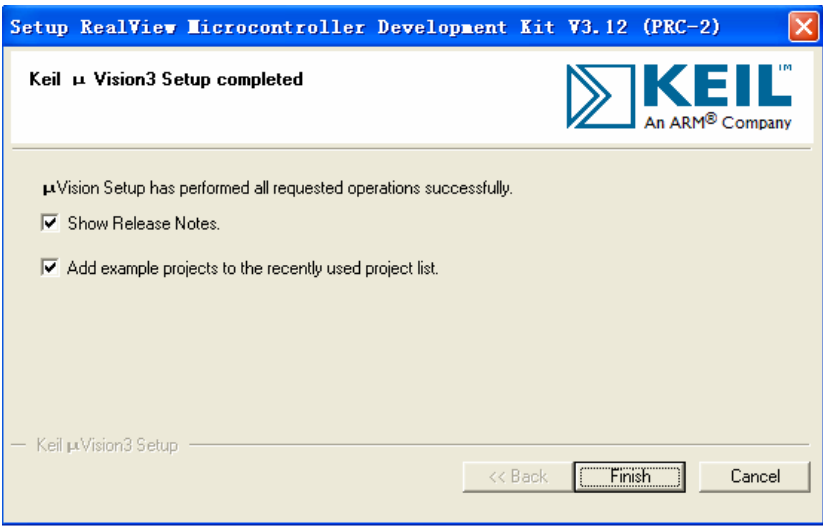

图 2-10 MDK 安装界面 5
(5) 输入 First Name、Last Name、Company Name 以及 E-mail 地址后，单击 Next；安装程序将在计算机上安装 MDK，依据机器性能的不同，安装程序大概耗时半分钟到两分钟不等，之后将会弹出如图 2-10 所示对话框，单击 Finish 结束安装。至此，开发人员就可在计算机上使用 MDK 软件来开发应用程序了。